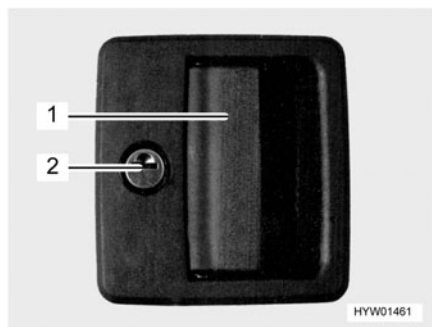

Fig. 28 Cerradura de la puerta de entrada, en el exterior
- Introducir la llave en el cilindro de cierre (Fig. 28,2) y girarla hasta que esté desbloqueada la cerradura de la puerta.
- Tirar del tirador de la puerta (Fig. 28,1). La puerta está abierta.
- Introducir la llave en el cilindro de cierre (Fig. 28,2) y girarla hasta que esté bloqueada la cerradura de la puerta.